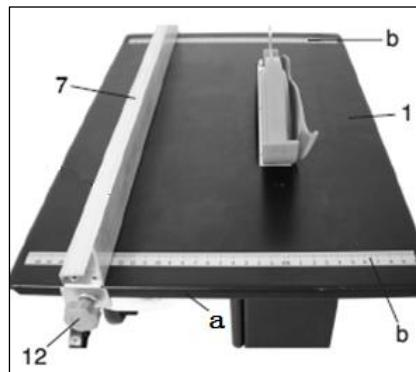
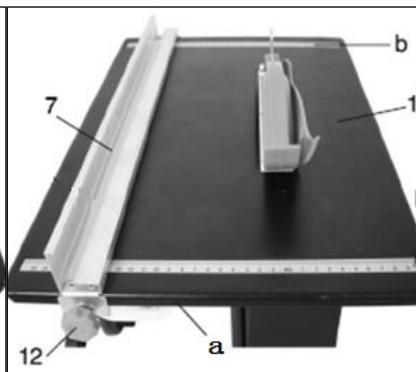

Рис. 4
Рис. 5
Регулировка инструмента.**Регулировка параллельного упора (рис. 4/5)**
Параллельный упор (7), поставляемый с дисковой пилой стендового типа, имеет две различные направляющие грани. Для толстого материала необходимо использовать параллельный упор (7), как показано на рис.4, для тонкого материала необходимо использовать параллельный упор (7), как показано на рис. 5.